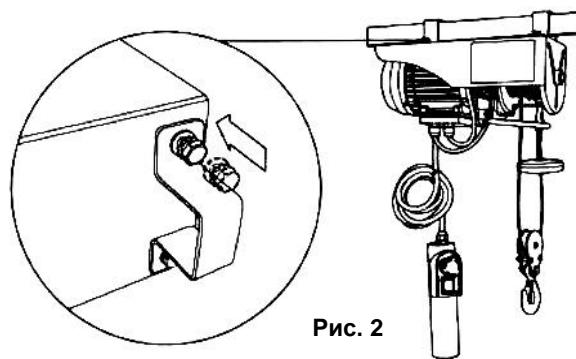

Рис. 2
- Установите электротельфер на консольной конструкции, обеспечивающей его безопасную эксплуатацию. Надежно закрепите скобы крепления винтами (См. Рис.2).